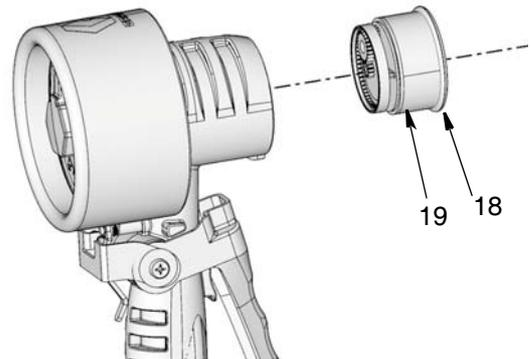

ABB. 12
5. Dichtung (18) und Kolben (19) abnehmen. Wenn die Kolbeneinheit festsetzt, zum Lösen das Gehäuse leicht gegen eine flache Oberfläche klopfen (ABB. 12).